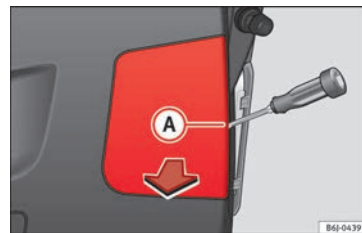

Bild 113 Lampor på bagageluckan.
- Demontera locket med en platt skruvmejsel, placera den i skåran **(A)** » **bild 113**.